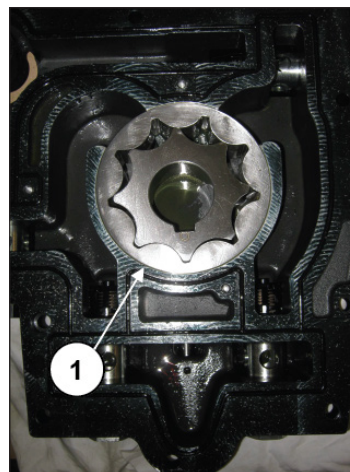

Fig. 152
Montare i rotori pompa olio (pos. ①, Fig. 152).